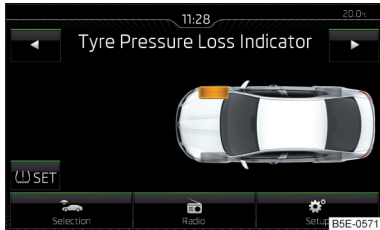

Abb. 172
- Die Funktionsfläche (T) SET antippen » Abb. 172.
Bei aufleuchtender Kontrollleuchte (T) im Kombi-Instrument kann im Infotainment der betroffene Reifen angezeigt werden » Abb. 172.